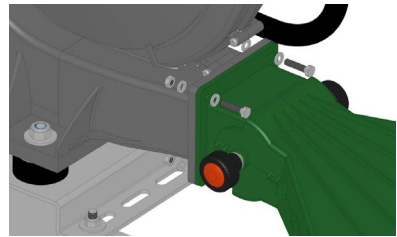

ABBILDUNG 4
2. Den Diffusor (oder ein anderes Zubehör) mit 4 Sechskantschrauben M6 UNI EN 24017, 4 Muttern M6 UNI EN 24032 und 8 Unterlegscheiben Ø6 UNI 6592 (Befestigungsteile im Lieferumfang des Diffusors) an der Ausblasöffnung befestigen. Die Schrauben mit einem Anzugsmoment von maximal 8Nm festziehen (ABBILDUNG 4);